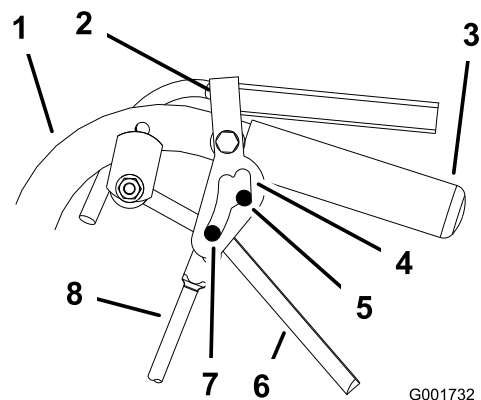

Рисунок 40
- Отпустите и включите фиксатор нейтрального положения, проверяя при этом, чтобы колесо не вращалось (Рисунок 40). Продолжайте этот процесс, пока колесо не прекратит вращаться.